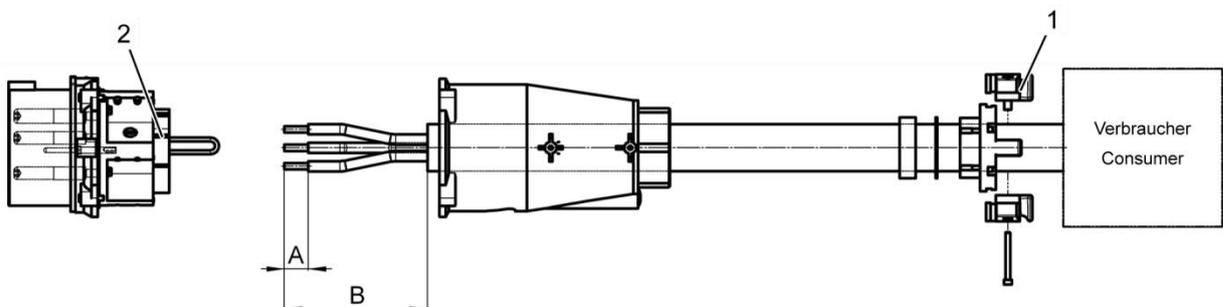
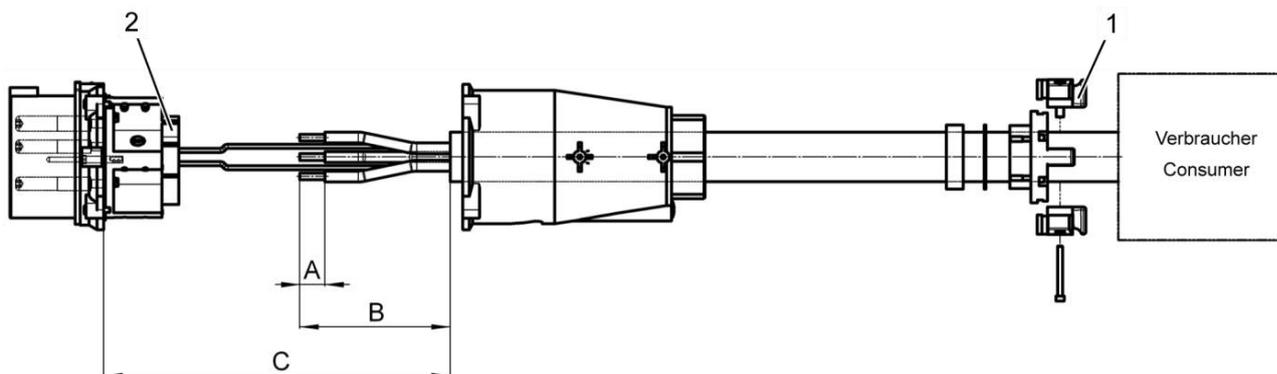
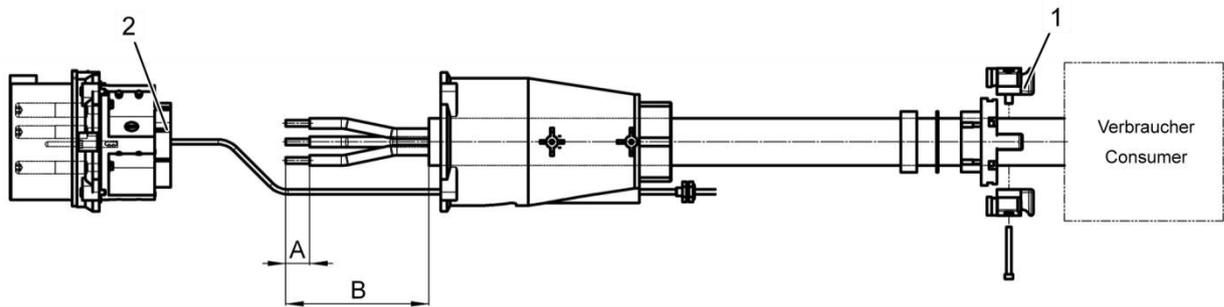

Abb.53: Schema für Kabel ohne Pilotkontakte
Abb.54: Schema für Kabel mit integrierten Pilotkontakten
Abb.55: Schema für Kabel mit separaten Pilotkontakten
- Sind keine Pilotkontakte vorhanden, gemäss Abb. 53 vorgehen.
- Bei integrierten Pilotkontakten gemäss Abb. 54 vorgehen.
- Bei separaten Pilotkontakten gemäss Abb. 55 vorgehen.
1. Kabelverschraubung (Abb. 53 /1, Abb. 53 /1 bzw. Abb. **Fehler! Verweisquelle konnte nicht gefunden werden./1**) über das Kabel ziehen.
Äussere Isolation in der Länge B (Abb. 53) abisolieren.
2. Einzelleitungen jeweils in der Länge A (Abb. 53) abisolieren.
1. Äussere Isolation in der Länge B (Abb. 54) abisolieren
2. Einzelleitungen jeweils in der Länge A (Abb. 54) abisolieren.
Länge C (Abb. 54) gibt die Länge des integrierten Pilotkontakts an.
Äussere Isolation in der Länge B (Abb. 55) abisolieren.
2. Einzelleitungen jeweils in der Länge A (Abb. 55) abisolieren.
3. Pilotkontakte in der Länge A (Abb. 55) abisolieren.
1. Kontaktbuchse (Abb. 53 /2, Abb. 54 /2 bzw. Abb. 55 /2) mit dem Kabel verschrauben.